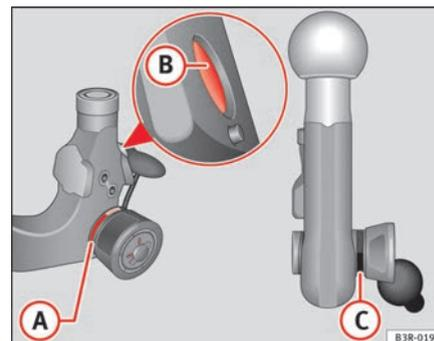

Fig. 159 Dispositif d'attelage amovible : boule d'attelage
- Vérifiez si le repère rouge (A) ⇒ page 207, fig. 159 de la molette se trouve dans la zone du repère noir de la boule d'attelage.
- Vérifiez que les pivots de verrouillage (B) sont enfoncés dans les alésages de la tige d'introduction.
- Vérifiez si la molette est nettement en retrait de la boule d'attelage, de sorte qu'il existe un interstice (C) entre la molette et la boule.